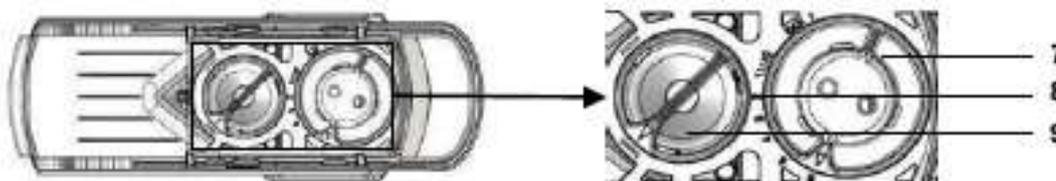

Рис. 2:
- (1) Терочная поверхность (высота регулируется)
- (2) Лезвия для французской лапши (выдвижные)
- (3) V-образное лезвие из нержавеющей стали
- (4) Боковой упор
- (5) Ножки/фиксаторы
- (6) Ручка
- (7) Регулятор толщины нарезки
- (8) Шкала толщины нарезки
- (9) Регулятор толщины для французской лапши (элементы 7 – 9 расположены с обратной стороны, см. рис. 2)